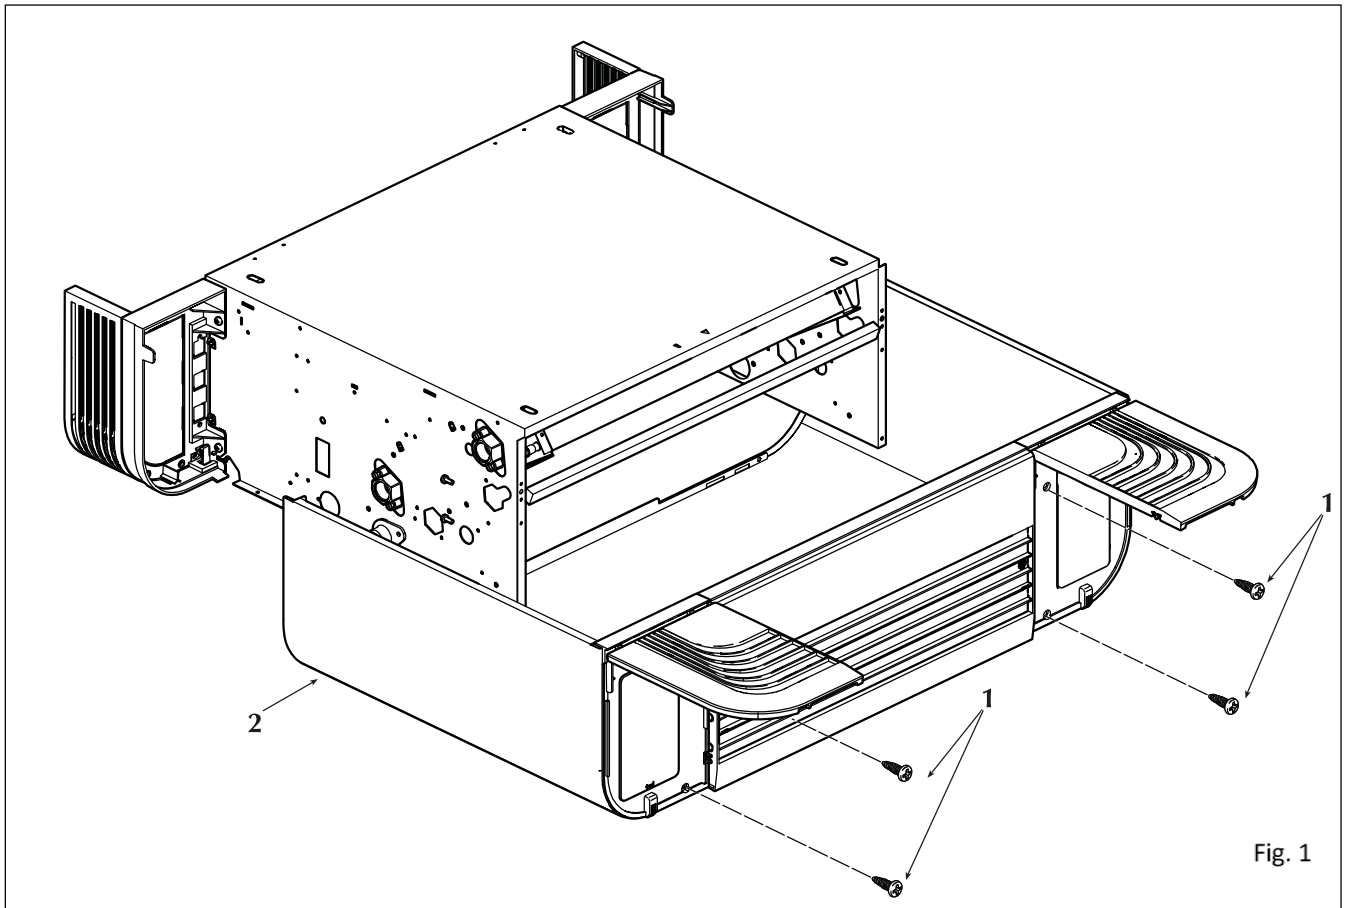

Fig. 1
per versione FCZ - U togliere le quattro viti (1 fig. 1) che fissano il mantello al frutto e sfilare il mantello di copertura (2) avendo cura.
pour version FCZ - U retirer les quatre vis (1 fig. 1) fixant la carrosserie au châssis et dégager la carrosserie de couverture (2).
Version FCZ - U: remove the four screws (1 fig. 1) securing the housing shell to the contact block, then slide it off (2).
für Version FCZ - U die vier Fixierschrauben (1 Abb. 1) der Abdeckung an das Schaltelement abdrehen und vor Abnehmen der Verkleidung (2).